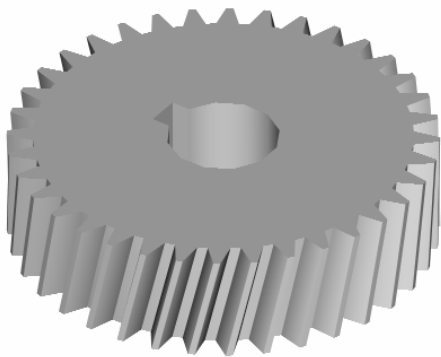

图 10-2-13
STEP 03 使用 RENDER 命令渲染所绘制齿轮模型，最终效果如图 10-2-13 所示。